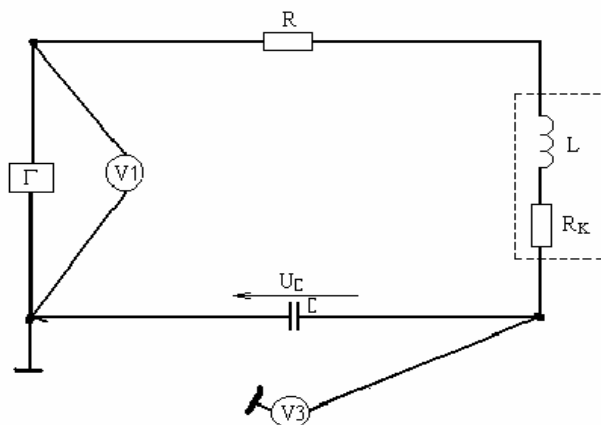

Рис. 4.7. Принципиальная схема измерения  $U_C$
9. Собрать схему рис. 4.7 для измерения  $U_C$  (можно с V2). Результаты измерений занесите в таблицу 4.2.
Для определения максимума напряжения на резисторе необходимо переключить измеритель характеристик Bode Plotter в положение Magnitude утопив эту кнопку и настроить пределы измерений по вертикали. Для определения максимумов на конденсаторе и катушки индуктивности надо собрать схему с подключением к корпусу (земле) соответствующего элемента, аналогично схеме рис. 4.7.